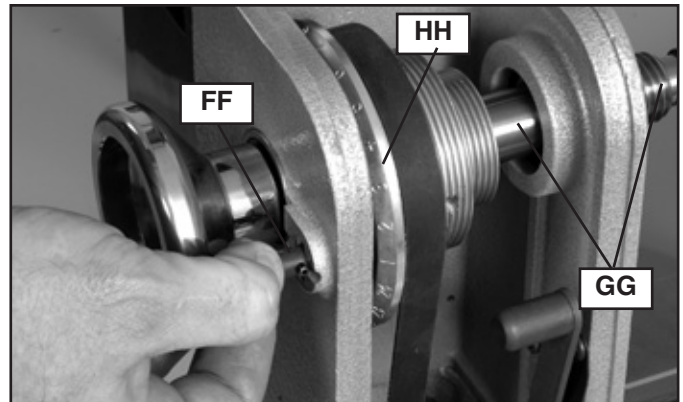
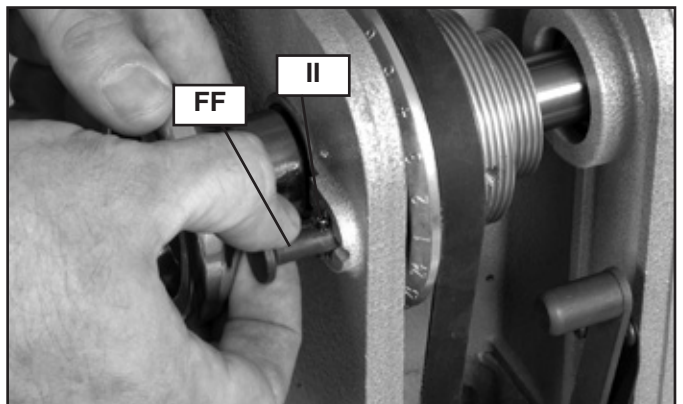

Fig. 21
Fig. 21a
El torno incluye una clavija indicadora (FF) Fig. 21. La clavija permite trabar el eje (GG) en 24 posiciones (tal como está marcado en la rueda indicadora (HH)) para usarlo en diferentes aplicaciones. Para usarla:
1. Gire la rueda indicadora (HH) de modo que el eje (GG) esté en la posición deseada.
2. Retire un poco la clavija indicadora (FF) de la ranura de retención.
3. Gire la clavija indicadora 90 grados de modo que el pasador (II) se alinee con la cavidad, tal como se muestra en la Fig. 21a.
4. Libere la clavija indicadora (FF) de modo que se encaje en la rueda indicadora numerada (HH) Fig. 21 y trabe el eje (GG) en su lugar.
**AVISO:** No utilice la clavija indicadora (FF) para trabar el eje cuando quite la placa frontal, ya que esto puede dañar la clavija. Para quitar la placa frontal, siga las instrucciones en la sección **Extracción De La Placa Frontal**.